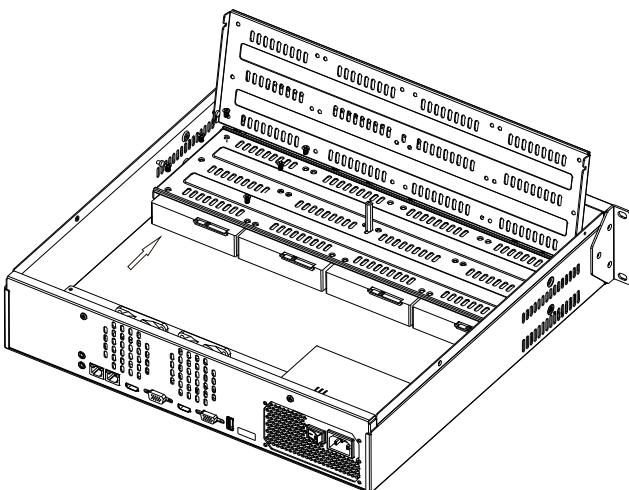
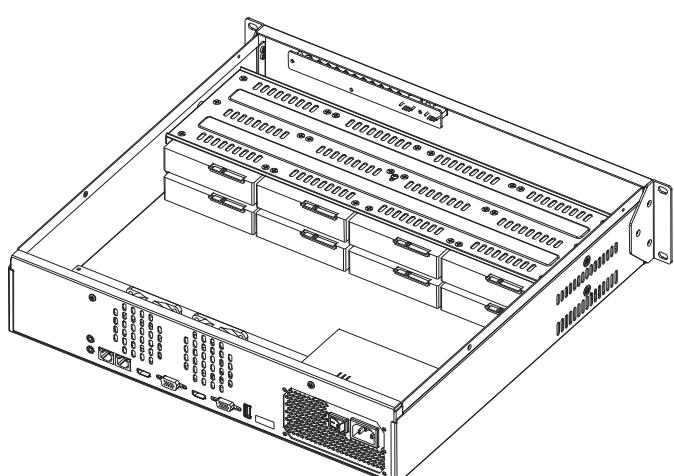

Рисунок 7
Рисунок 8
- 2) Поместите HDD под нижний кронштейн и закрепите, используя винты (рисунок 7). Опустите верхний кронштейн и прикрутите его в трёх местах. Поместите HDD под верхний кронштейн и закрепите, используя винты (Рисунок 8). Подключите кабель питания и передачи данных к HDD. Установите верхнюю крышку корпуса и прикрутите её винтами.